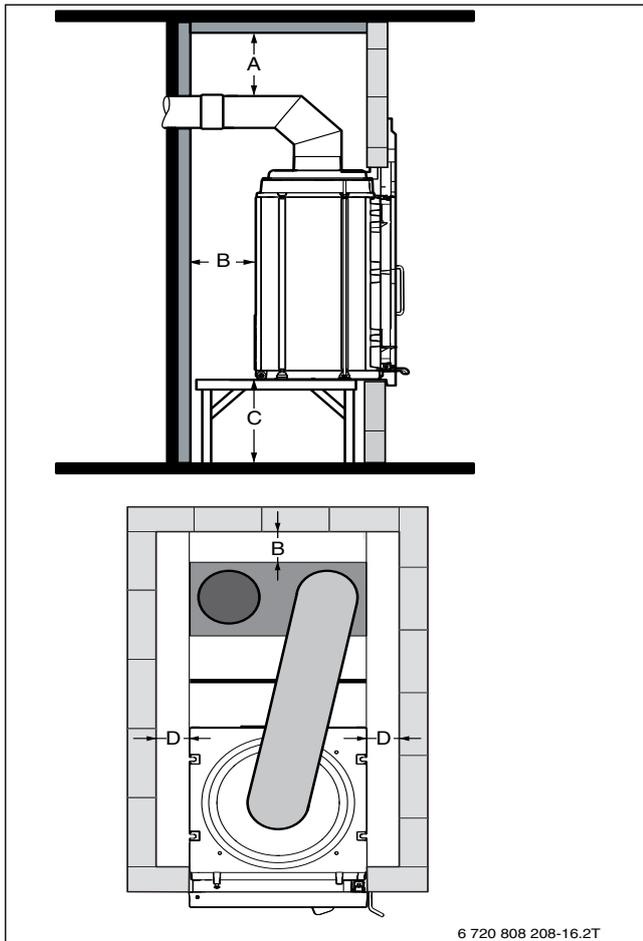

Bild 7 Heizkammer-Mindestabstände
- ▶ Mindestabstände einhalten (→ Bild 7 und Tabelle 3, Seite 11).